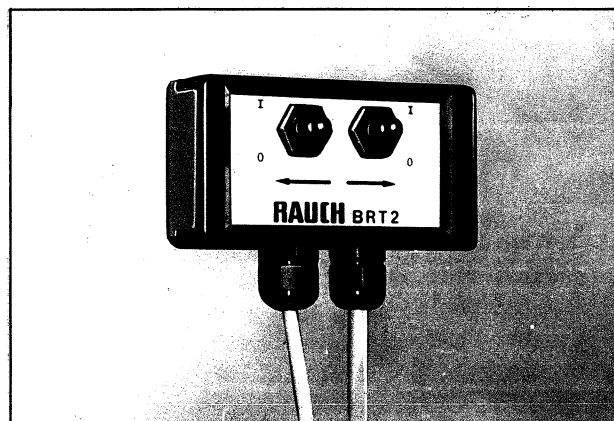

Bild 3:
3. Inneres und äußeres Schiebeprofil um gleiche Länge wie Schutzrohr kürzen (Bild 3).